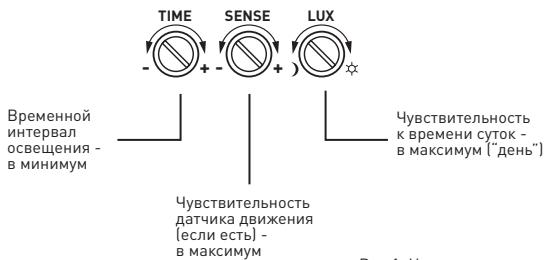

Рис.1. Начальные установки регулировок
- чувствительность датчика движения (радиус зоны чувствительности) – на максимум («+») (см. рис.1), Все это необходимо для того, чтобы во время монтажа [установки] изделия было возможно включение датчика (следовательно и прожектора) при любом освещении с максимумом чувствительности, и чтобы временной интервал освещения был минимальен.